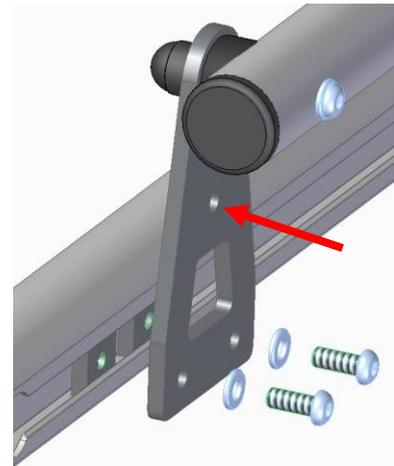

Abbildung 5
Das Anbaurohr für die Befestigungskralen (2) wird am Querträger mithilfe der Linsenkopfschrauben, Unterlegscheiben und Nutensteinen, die in die Nut des Querträgers geschoben werden, montiert (Abb. 5). An diesem Rohr können dann die Befestigungskralen (3+4+5+6) befestigt werden (siehe Titelbild der Anleitung). Je nach Montage des Auslegers und Querträgers muss das Anbaurohr für die Befestigungskralen von den Blechen abmontiert und im unteren Loch der Bleche montiert werden (Pfeil in Abb. 5).